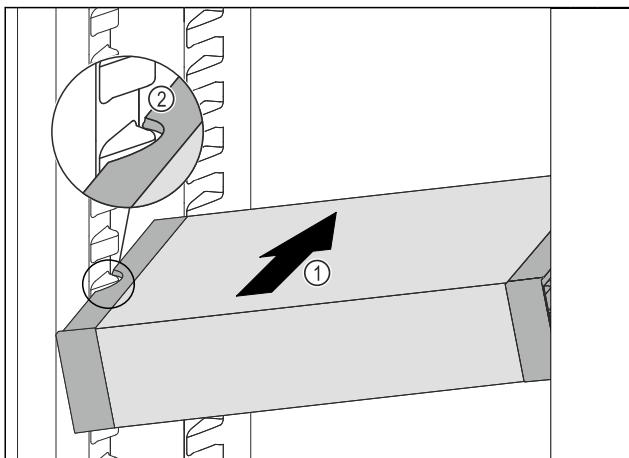

Fig. 48
- Вставити VarioSafe під кутом в охолоджувальне відділення Fig. 48 (1), додоки бокові поглиблення Fig. 48 (2) VarioSafe не будуть на рівні ребра для резервуара в охолоджувальному відділенні.